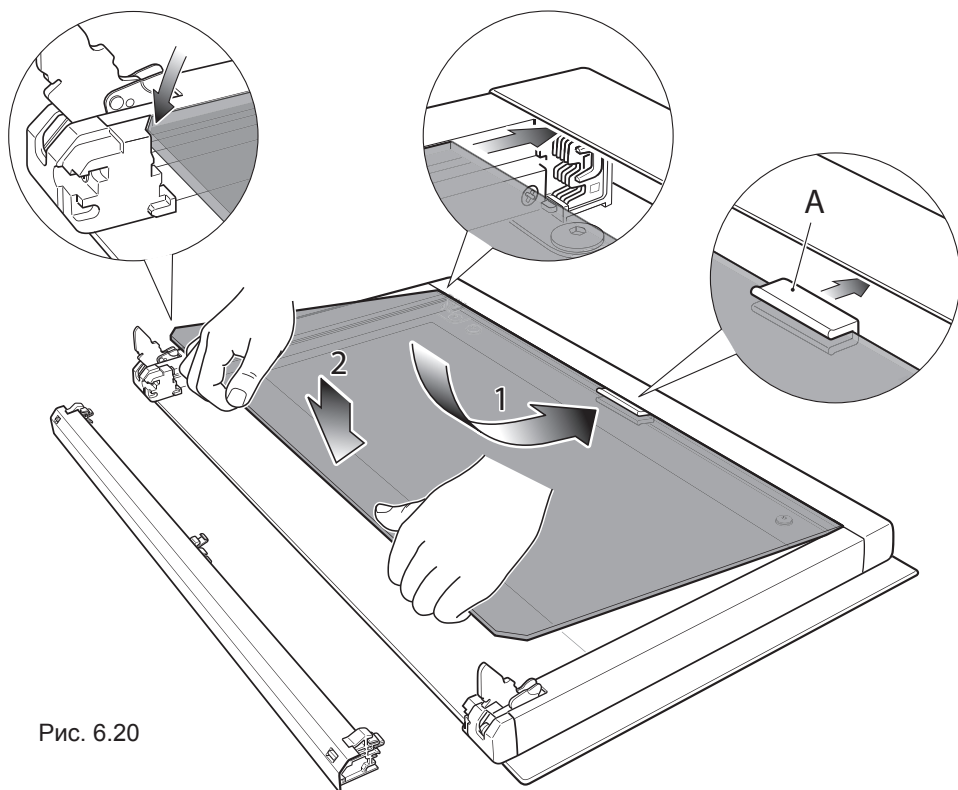

Рис. 6.20
- Убедитесь, что прокладка A в правильном положении (рис.6.20). Если она не на месте, поместите ее по центру верхнего края внутреннего стекла.
1. Вставьте стекло в верхние пазы и слегка подтолкните (стрелка 1 на рис. 6.20).
2. Осторожно опустите стекло (стрелка 2 на рис. 6.20).